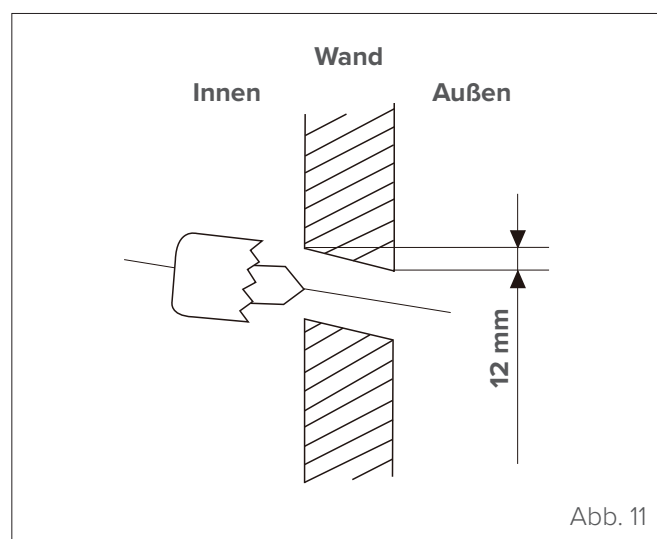

Abb. 11
- 1 Die Position des Lochs in der Wand muss auf Grundlage der Position der Außeneinheit festgelegt werden. Die Wanddurchführung sollte einen Mindestdurchmesser von 65 mm aufweisen und leicht schräg nach unten verlaufen, um die Entwässerung zu fördern (siehe „Abb. 11“).